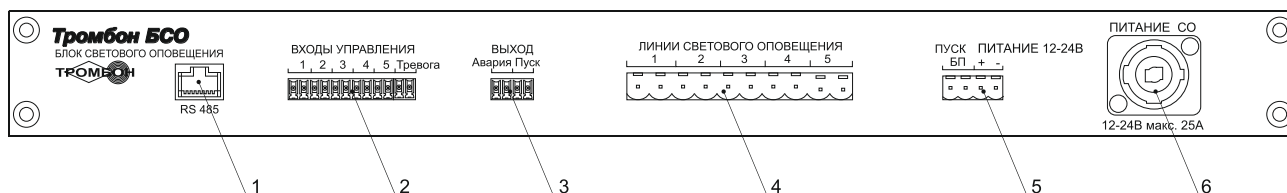

Рис. 2 Эскиз задней панели Блока
– Подключение к прибору управления «Тромбон ПУ-ХХ» или автоматической установке пожарной сигнализации (АУПС). Для подключения используются клеммы «ТРЕВОГА» разъёма «ВХОДЫ УПРАВЛЕНИЯ» (рис. 2, поз. 2). Данные клеммы необходимо подключить к выходу «ПУСК» прибора управления или к релейному выходу АУПС. Полярность подключения значения не имеет. Схема подключения приведена в приложении 1.
Для подключения выключателей используются клеммы «1, 2, 3, 4, 5» разъёма «ВХОДЫ УПРАВЛЕНИЯ» (рис. 2, поз. 2).